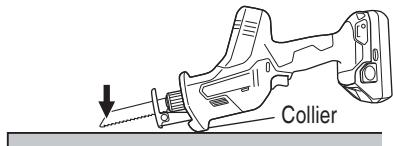

Fig. 24
- (1) Appuyez le socle contre le matériau, en gardant la pointe de la lame éloignée du matériau lorsque vous appuyez sur la gâchette. (Fig. 24).